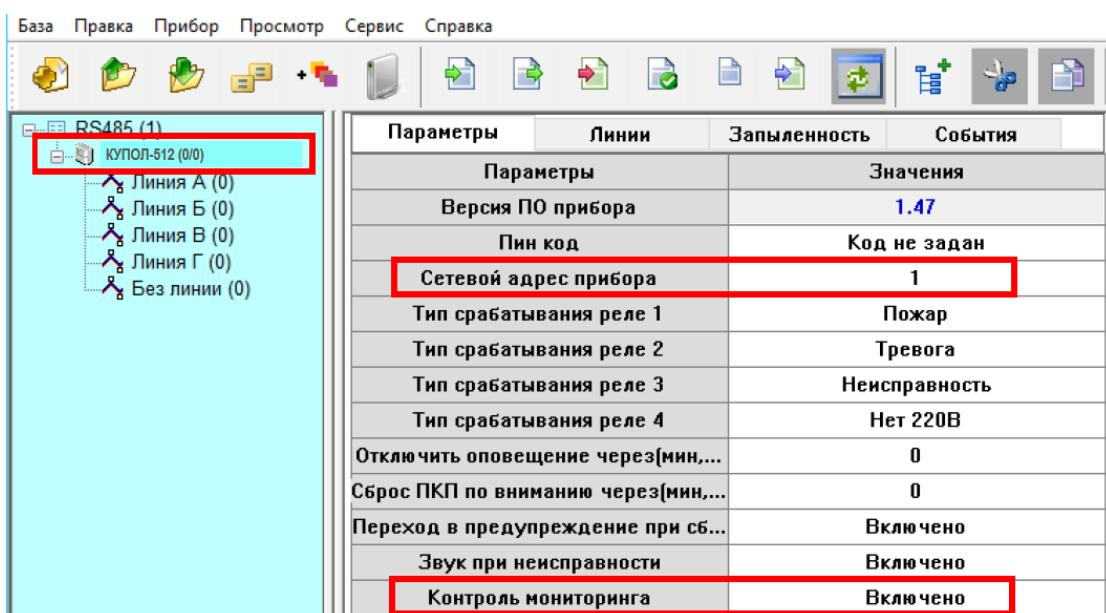

Рис. 3 Установка параметров АПКП КУПОЛ-512.
2.1.2. При подключении на один порт RS-485 нескольких АПКП КУПОЛ-512 необходимо с помощью Конфигуратора установить сетевой адрес прибора от 1 до 8, как показано на рис.3. Адреса не должны повторяться.